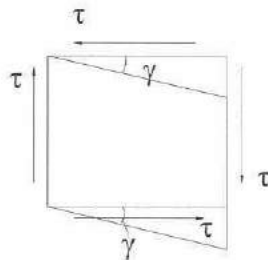

Figura 1
- sujeito a uma tensão de corte $\tau=200 \text{ MPa}$ a distorção é $\gamma=0.2250^\circ$ como se representa na figura 1.